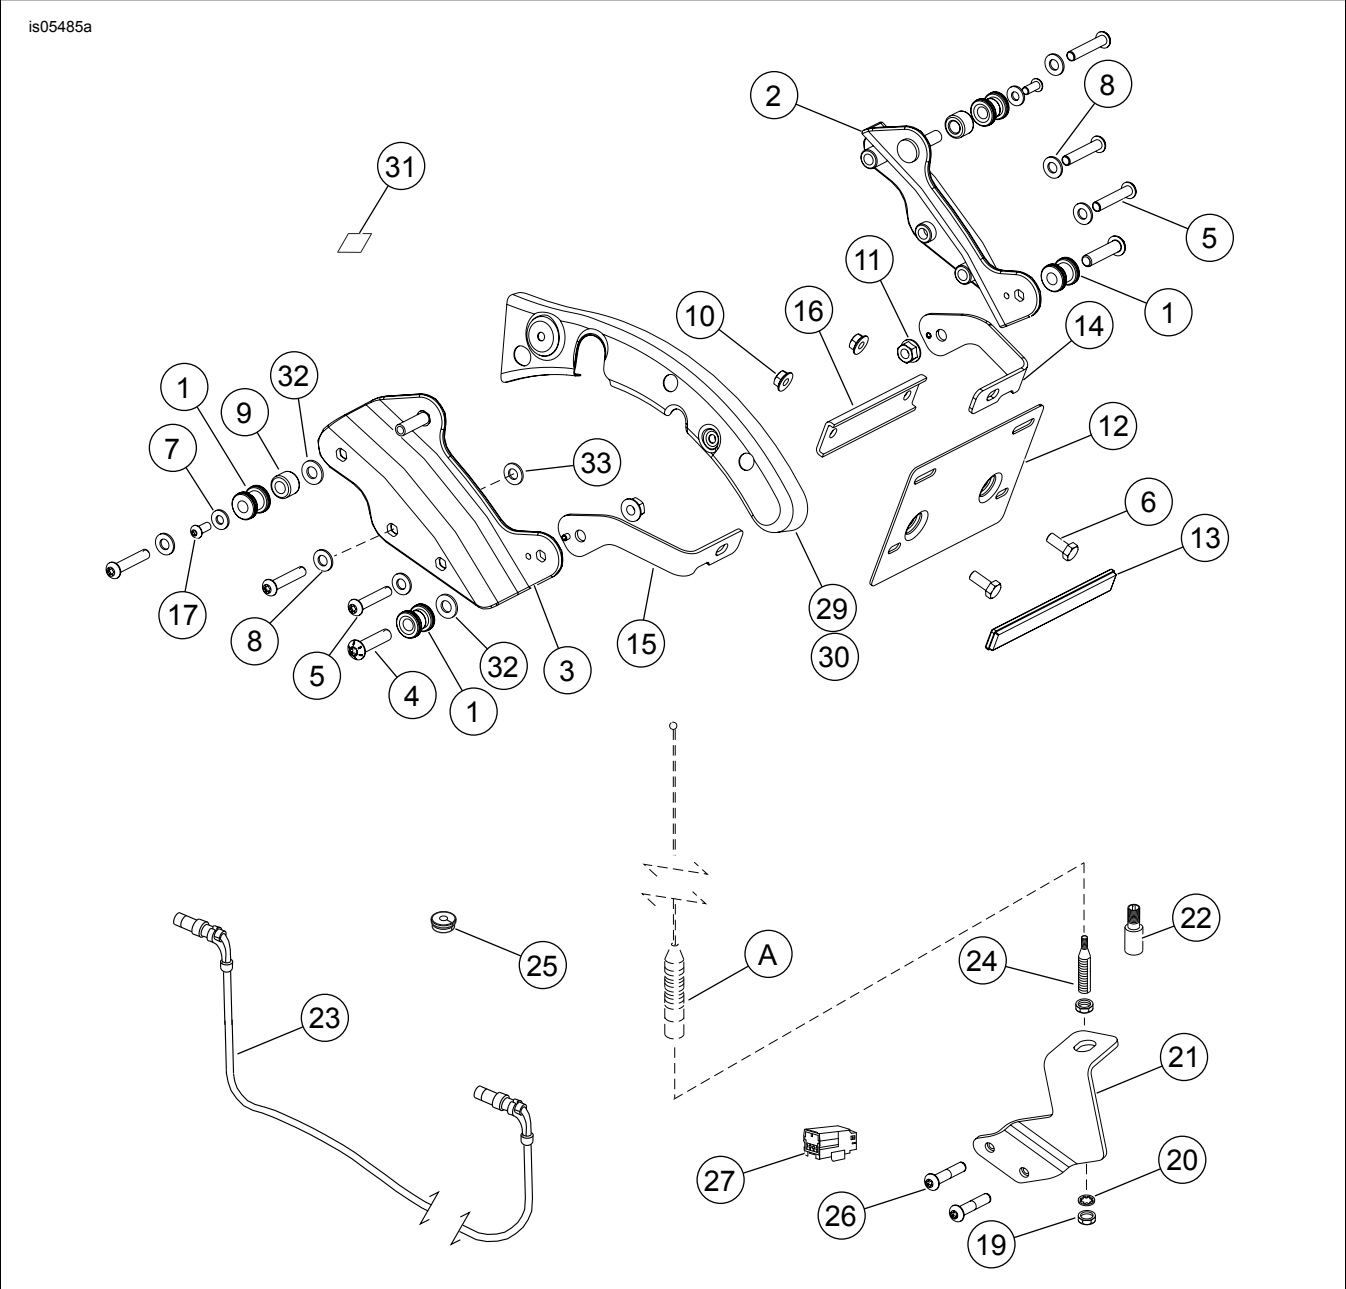

Figura 6. Piezas de servicio, kit Tour-Pak H-D Detachables
2. Vea la Figura 6. Aplique Loctite 262 al tornillo (5). Instale la cubierta **nueva** del soporte del guardabarros (29) y la pieza de soporte del punto de acoplamiento (3) con el tornillo (5), la arandela cromada (8) y la arandela plateada (33). Apriete a 23 N·m (17 ft-lbs). Repita en el lado opuesto con la cubierta **nueva** del soporte del guardabarros (30).
3. Sin apretar instale la pieza de soporte del lado izquierdo (15) en la pieza de soporte del punto de acoplamiento, insertando el pasador de alineación en el agujero de la pieza de soporte de acoplamiento. Instale el punto de acoplamiento (1) con el tornillo (4) y la tuerca (11). Repita para instalar la pieza de soporte en el lado derecho (14).
4. Sin apretar arme el sujetador de la placa de matrícula (12) con los tornillos (6), las tuercas (10) y la pieza de soporte (16) a las piezas de soporte (14 y 15).
6. Apriete los tornillos (4) hasta que estén ajustados.
7. Instale el espaciador (9), el punto de acoplamiento (1), el tornillo (17) y la arandela (7). Repita los pasos para el otro lado. Apriete los tornillos (17) hasta que estén ajustados.
- b. Vea la Figura 6. Extraiga los dos tornillos (17), quite las arandelas (7), los puntos de acoplamiento (1) y los espaciadores (9) de los pasadores de los puntos delanteros de acoplamiento. Extraiga los dos tornillos (4), las tuercas (11) y los puntos de acoplamiento (1) de los pasadores de los puntos traseros de acoplamiento.
- c. Obtenga dos arandelas cromadas (32) del kit. Instale una arandela en cada pasador de los puntos delanteros de acoplamiento.
- d. Instale los espaciadores (9) en los pasadores delanteros.
- e. Instale los puntos de acoplamiento (1, el extremo con chaflán **primero**), las arandelas (7) y los tornillos (17). Apriete los tornillos hasta que estén firmemente ajustados.
- f. Instale los puntos de acoplamiento restantes (1, el extremo con chaflán por **último**) en los tornillos (4). Instale una arandela cromada (32) del kit en cada tornillo.
- g. Inserte los tornillos a través de los agujeros de las piezas de soporte de los puntos de acoplamiento (2, 3) y las piezas de soporte de la placas de matrícula (14, 15). Asegure con las tuercas de reborde (11). Apriete los tornillos (4) y las tuercas de reborde (11) hasta que estén ajustados.
2. De acuerdo con las instrucciones, instale la rejilla del Tour-Pak H-D Detachables. Cuando los puntos de acoplamiento estén alineados correctamente, apriete los dos tornillos (4) y las tuercas de reborde (11) a 34 N·m (25 ft-lbs). Apriete los dos tornillos (17) a 14 N·m (125 in-lbs).
5. Quite el respaldo adhesivo del reflector rojo (13). Cuidadosamente centre y alinee el reflector con el borde inferior del sujetador de la placa de matrícula (12). Presione firmemente en su lugar.
8. Vea la Figura 6. Sujete el cable de la antena a la barra de soporte de la alforja con una correa de cables (28) del kit. Use una segunda correa de cables para amarrar el cable de la antena al riel de la estructura, cerca de las líneas de aire de la suspensión, debajo de la cubierta cromada. NO asegure el cable a las líneas de aire.
3. Vea la Figura 6. Tape el conector de cableado no usado con la caja del conector (27) del kit.
2. Vea la Figura 6. Enrosque el adaptador de la antena (22) en el conjunto de la articulación del soporte de la antena (24). Enchufe un extremo del conector del cable de la antena (23) en la parte superior del adaptador de la antena (22). Apriete la tuerca estriada para asegurar el conector. Pase el otro extremo hacia arriba y a través del agujero con diámetro de 19 mm (3/4 in) en el lado delantero izquierdo inferior del Tour-Pak. Enchufe el cable de la antena a la base de la antena del Tour-Pak. Apriete la tuerca estriada. Asegúrese de que se haya colocado suficiente cable dentro del Tour-Pak. El cable debe quedar plano sobre la parte inferior del Tour-Pak. Asegure el cable con presillas de cables dentro del Tour-Pak.
3. Instale la arandela aislante (25) dentro del agujero del Tour-Pak.
2. Vea la Figura 6. Quite el cable de la antena (23) de la parte superior del adaptador de la antena (22).
5. Instale el mástil de antena en el conjunto de la articulación del soporte de la antena (24).